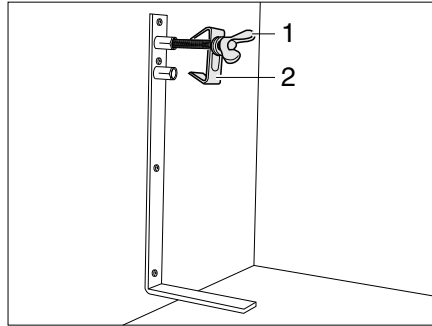

Bild 182 Ersatzrad-Halterung
- Die Schraube (Bild 182,1) lösen und mit der Zentrierung (Bild 182,2) abnehmen.